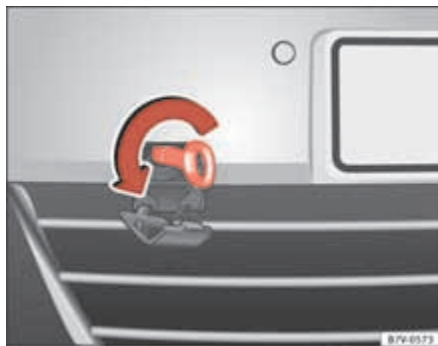

Fig. 228 En la parte derecha del parachoques delantero: Enroscar la argolla de remolque.
El alojamiento para la argolla de remolque enroscable se encuentra en la parte derecha del paragolpes delantero ⇒ fig. 228.
- Enrosque la argolla de remolque en su alojamiento **en sentido contrario a las agujas del reloj** tanto como sea posible ⇒ fig. 228 ⇒ ⚠. Utilice un objeto adecuado para enroscar firmemente la argolla de remolque en su alojamiento.